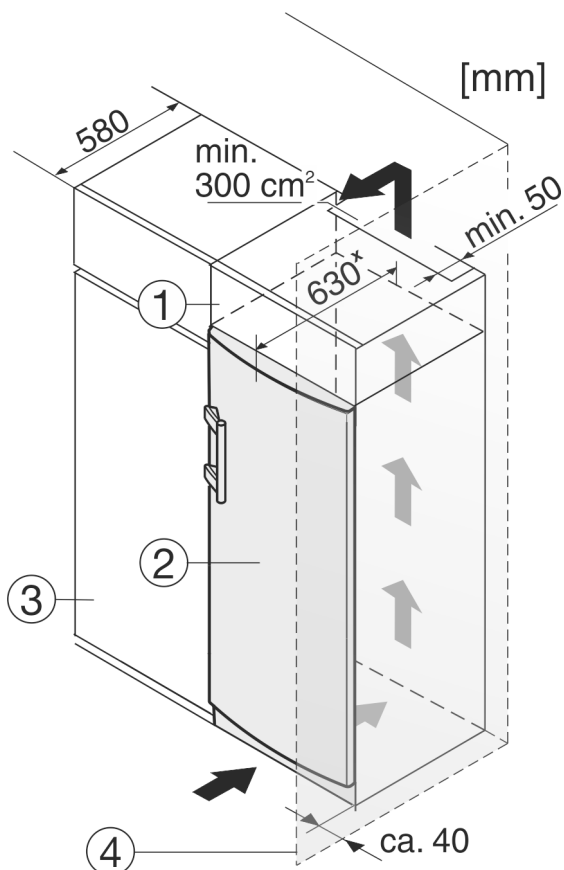

Fig. 12
- (1) Nastavná skříňka (3) Kuchyňská skříň
(2) Příklad (4) Stěna
Přístroj lze zabudovat do kuchyňských skříní. K vyrovnání přístroje Fig. 12 (2) na výšku kuchyňské linky lze na přístroj nasadit nástavec Fig. 12 (1).
Při montáži do kuchyňských skříní (hloubka max. 580 mm) lze spotřebič nainstalovat přímo vedle kuchyňské skříně Fig. 12 (3). Spotřebič přesahuje přední stěnu kuchyňské skříně po stranách o 34 mm * a uprostřed o 50 mm *.
Pokud se spotřebič instaluje se závěsy vedle stěny Fig. 12 (4), musí být jeho vzdálenost od stěny alespoň 40 mm. To odpovídá přesahu madla při otevřených dveřích.